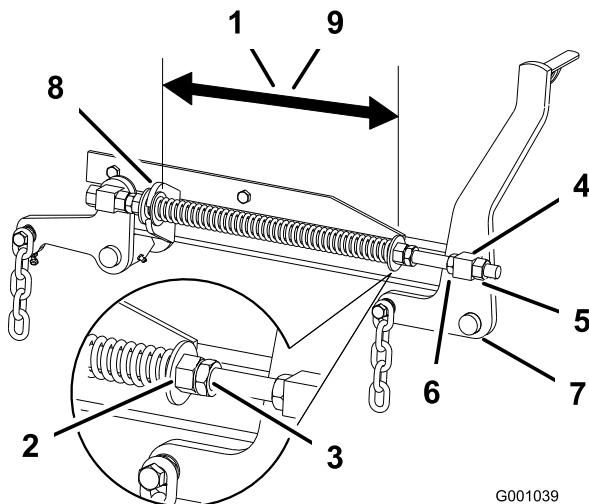

Figure 77
60 po, et de 29,2 cm (11,5 po) sur les plateaux de coupe de 72 po (Figure 77).
3. Réglez cette distance en desserrant l'écrou de blocage du ressort et en tournant l'écrou devant chaque ressort (Figure 77). Tournez l'écrou dans le sens horaire pour raccourcir le ressort, et dans le sens inverse pour l'allonger.
4. Bloquez l'écrou en position en serrant l'écrou de blocage du ressort (Figure 77).